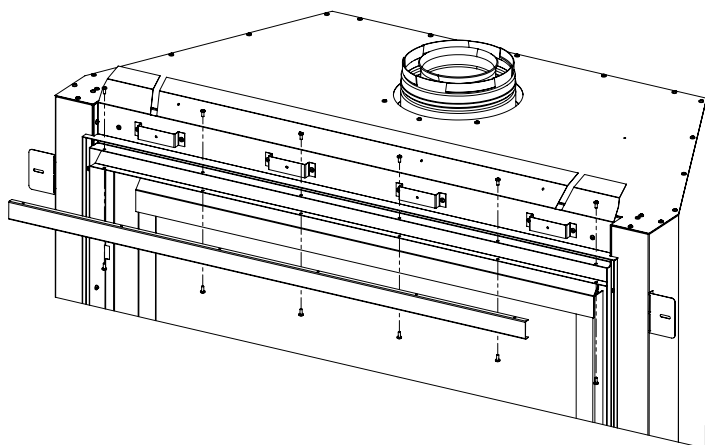

Figure 50: Suppression de Couverture Avant
Étape 2. Retirez le capot avant CSS en utilisant un tournevis T-20 (voir Figure 50).